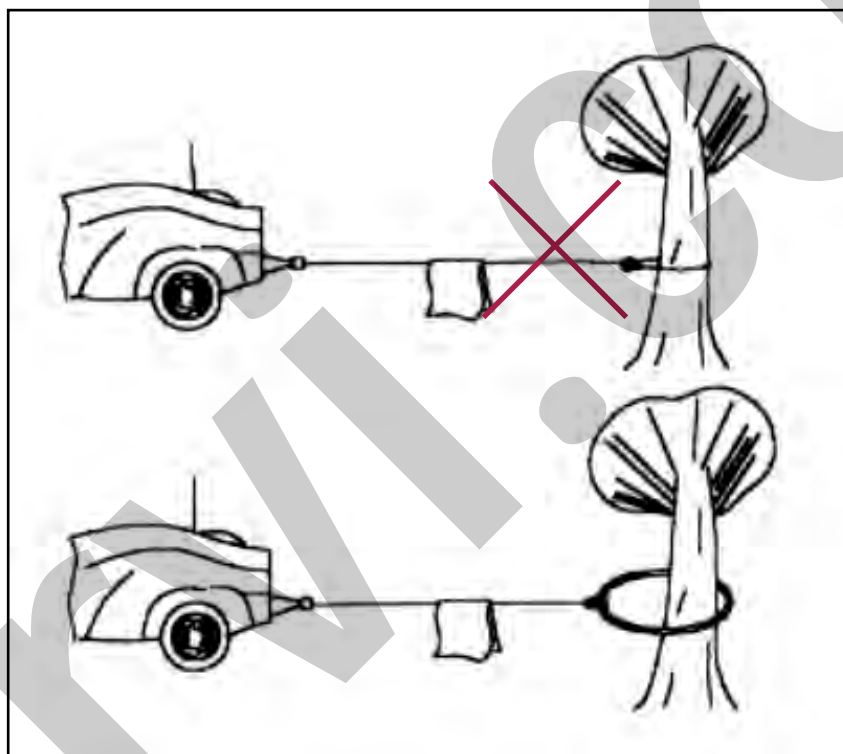

Figura 17 – Sfilare il cavo / aggancio ad imbracatura.
- Fare fuoriuscire il cavo per la lunghezza necessaria (Figura 17).
- Quando si deve agganciare un carico che non ha un apposito punto di aggancio, si deve ricorrere ad imbracature, cinghie o catene (Figura 17), e non tentare di fissare il gancio sul cavo stesso.